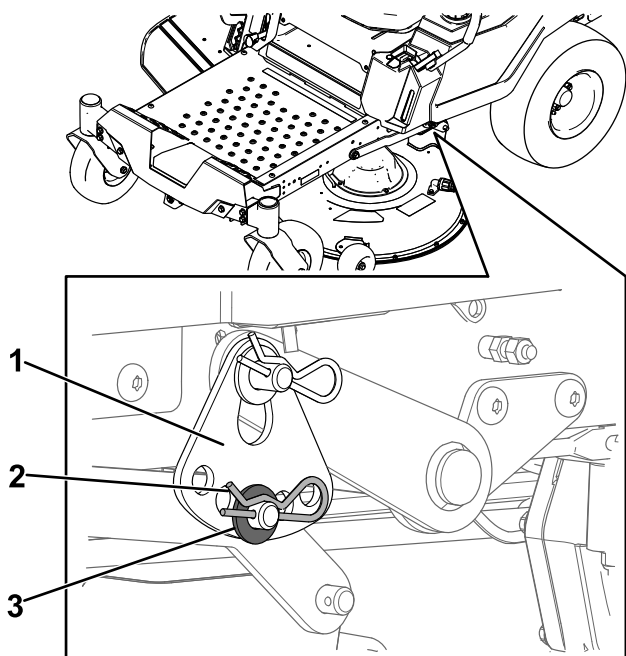

Figura 71
6. Remova o perno de gancho e a anilha do pino do braço de elevação (Figura 71).